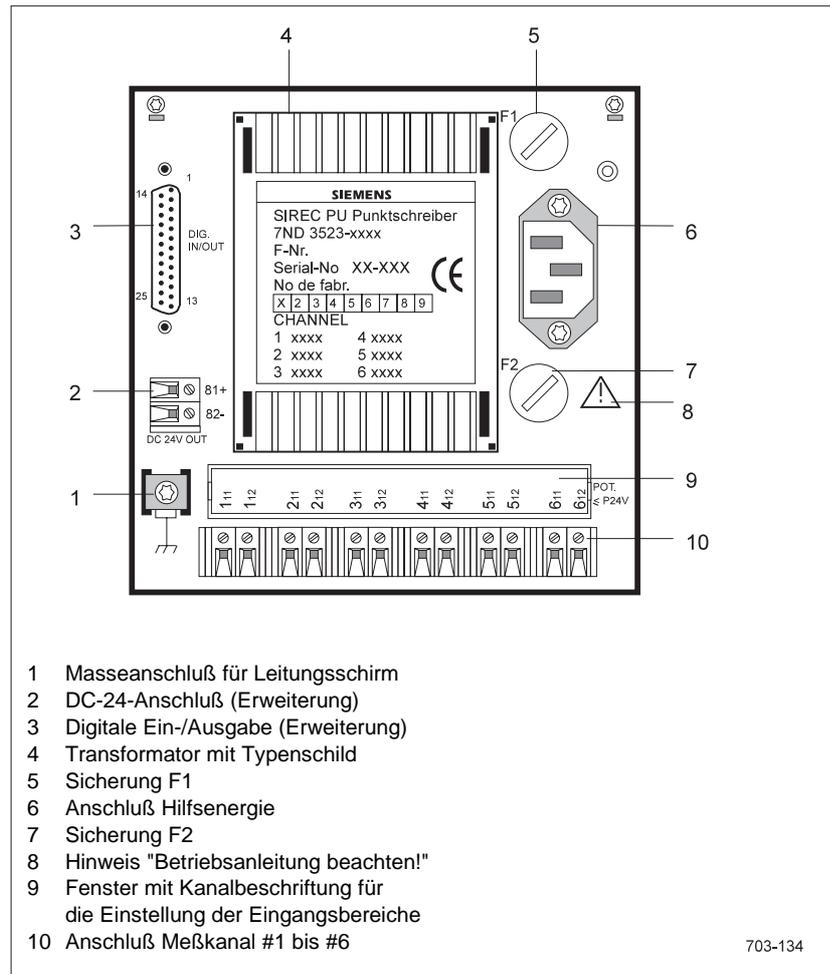
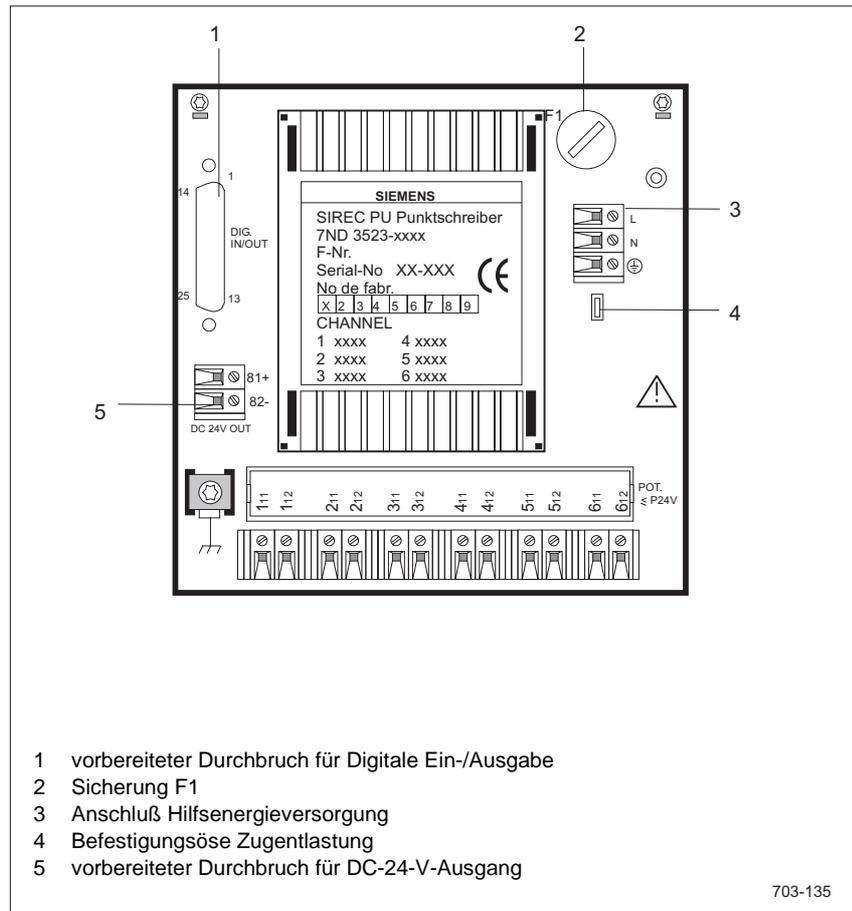
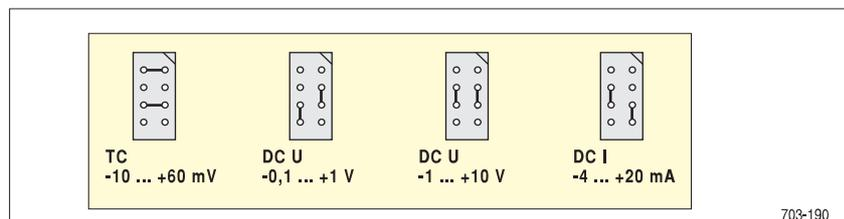
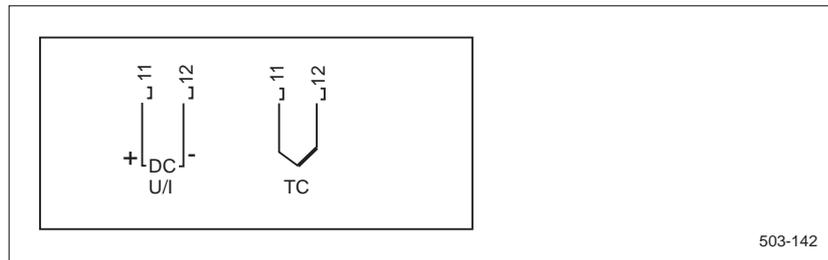

Bild 3.1-3 Geräterückseite (Ausführung AC 230 V oder AC 115 V mit Erweiterungen)
Bild 3.1-4 Geräterückseite (Ausführung AC 24 V ohne Erweiterungen)
Bild 3.6-2 Brückenbelegung
Bild 3.6-4 Beschaltungsmöglichkeiten der analogen Meßkanäle
- auf der Geräterückseite (z. B. Bild 3.1-3)
Oberhalb des Fensters für die Einstellung der Eingangsbereiche befinden sich auf dem Transformator (Bild 3.1-3 bzw. Bild 3.1-4) aufgeklebte Schilder mit einem Hinweis (Bild 3.6-4), aus dem die Beschaltungsmöglichkeiten der analogen Kanäle hervorgehen.
Der Anschluß erfolgt gemäß Bild 3.6-4, die Brückeneinstellung gemäß Bild 3.6-2. Die Parametrierung geht aus Kap. 4.8 hervor.
Die prinzipiellen Beschaltungen gehen aus den nachfolgenden Bildern hervor. Die Brückeneinstellung der Eingangskanäle erfolgt gemäß Bild 3.6-4. Die Parametrierung geht aus Kap. 4.8 hervor.